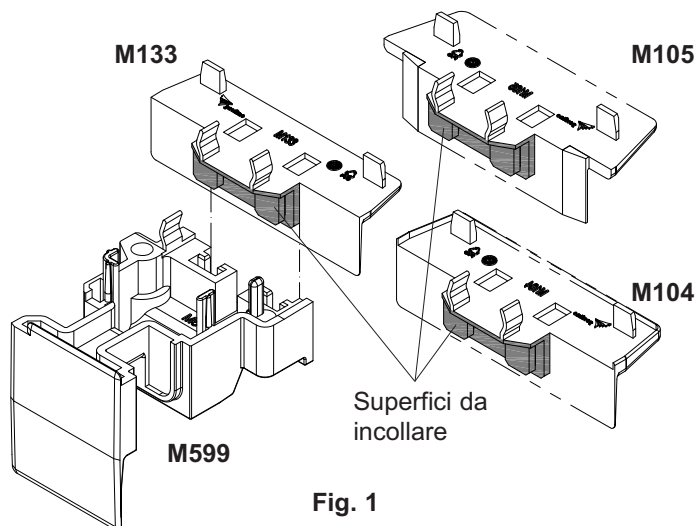

Fig. 1
- Applicare adesivo/sigillante sulla superficie dei tappi e inserirli alle estremità superiore e inferiore della battuta centrale (Fig. 1). Utilizzare adesivo polimerico MS, ad esempio KōraPop.
- Incolla la battuta centrale al montante all'anta (Fig.1).